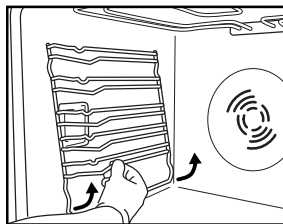

Fig.3
1. Avlägsna tillbehörens guideskenor (Fig. 3).
2. Avlägsna tillbehörens guideskenor, om sådana finns (fig. 3).